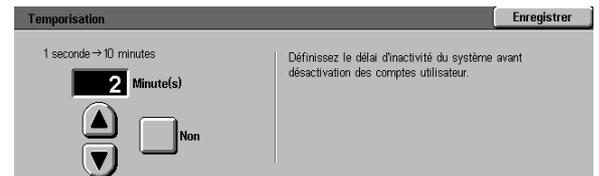

Figure 12 : Ecran Temporisation
- Pour définir un délai d'attente pour les comptes utilisateur, appuyez sur la touche **Temporisation**, l'écran correspondant s'affiche (figure 12). Effectuez alors l'une des opérations suivantes :